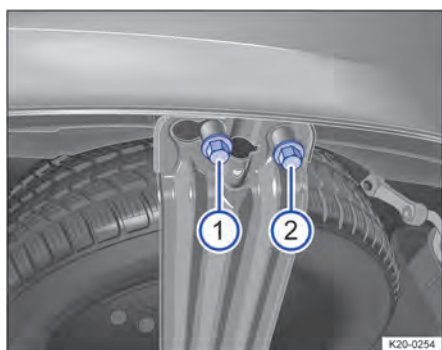

Fig. 209 Sous le véhicule : vis de sûreté ① et de vis de fixation ② du support de roue de secours
1. Desserrez la vis de sûreté → fig. 209 ① à l'aide de la clé démonte-roue comprise dans l'outillage de bord jusqu'à ce qu'elle tourne dans le vide.
2. Dévissez entièrement la vis de fixation → fig. 209 ②.
6. Vissez entièrement la vis de fixation → fig. 209 ② à l'aide de la clé démonte-roue.
7. Vissez entièrement la vis de sûreté → fig. 209 ① à l'aide de la clé démonte-roue.